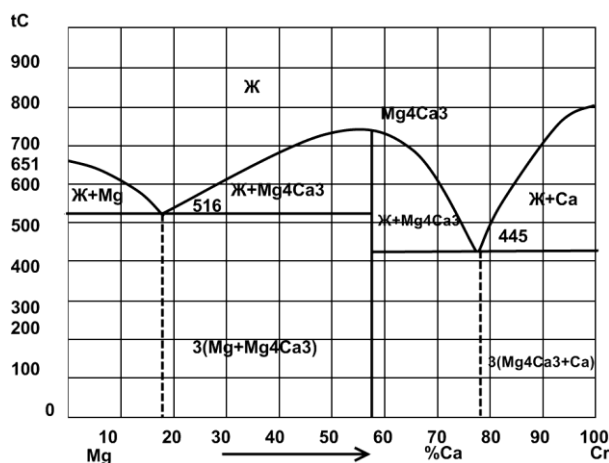

Рис. 5 Диаграмма состояния магний — кальций (Mg – Ca)
2. Вычертите диаграмму состояния системы магний — кальций. Опишите взаимодействие компонентов в жидком и твердом состояниях, укажите структурные составляющие во всех областях диаграммы состояния и объясните характер изменения свойств сплавов в данной системе с помощью правил Курнакова (рис. 5).